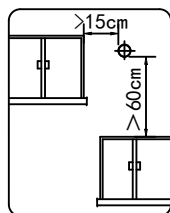

图3.8
- 排烟管出口必须设置在室外。热水器使用时，排气管出口可能有冷凝水滴落，安装时应注意不要影响他人。排气管出口距周围物体的间距如图3.8所示。